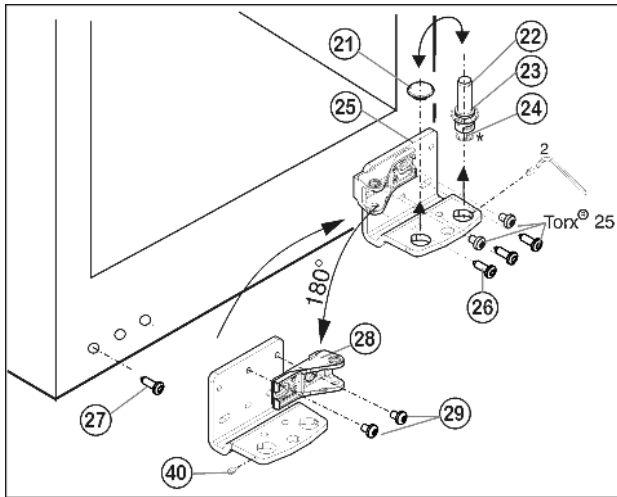

Fig. 7\*
- ▶ Отвинтите установочный винт Fig. 7 (40) приблизительно на один оборот прилагаемым торцевым ключом.
- ▶ Извлеките опорный винт Fig. 7 (22) в комплекте с шайбой Fig. 7 (23) и регулируемой опорой\* Fig. 7 (24), вывинчивая его вверх.
- ▶ Снимите пробку Fig. 7 (21).
- ▶ Открутите Fig. 7 (26) опорный кронштейн Fig. 7 (25).
- ▶ Полностью выкрутите установочный винт Fig. 7 (40) и вкрутите на противоположной стороне на нижнем опорном кронштейне, чтобы он был заподлицо с этим кронштейном.
- ▶ Переставьте пробку Fig. 7 (21) в свободное отверстие.
- ▶ Выкрутите болт Fig. 7 (27) и переставьте его на противоположную сторону.
- ▶ Снова прикрутите опорный кронштейн Fig. 7 (25) на новой стороне шарнира (с моментом 4 Нм). При необходимости используйте аккумуляторный шурупверт.
- ▶ Вновь установите опорный винт Fig. 7 (22) в комплекте с шайбой и регулируемой опорой\*.
- ▶ Затяните установочный винт Fig. 7 (40).
- ▶ Установите дверцу сверху на нижний опорный винт Fig. 7 (22).
- ▶ При необходимости выровняйте дверцы через два продольных паза в нижнем опорном кронштейне Fig. 7 (25) параллельно корпусу устройства. Для этого выкрутите средний винт.